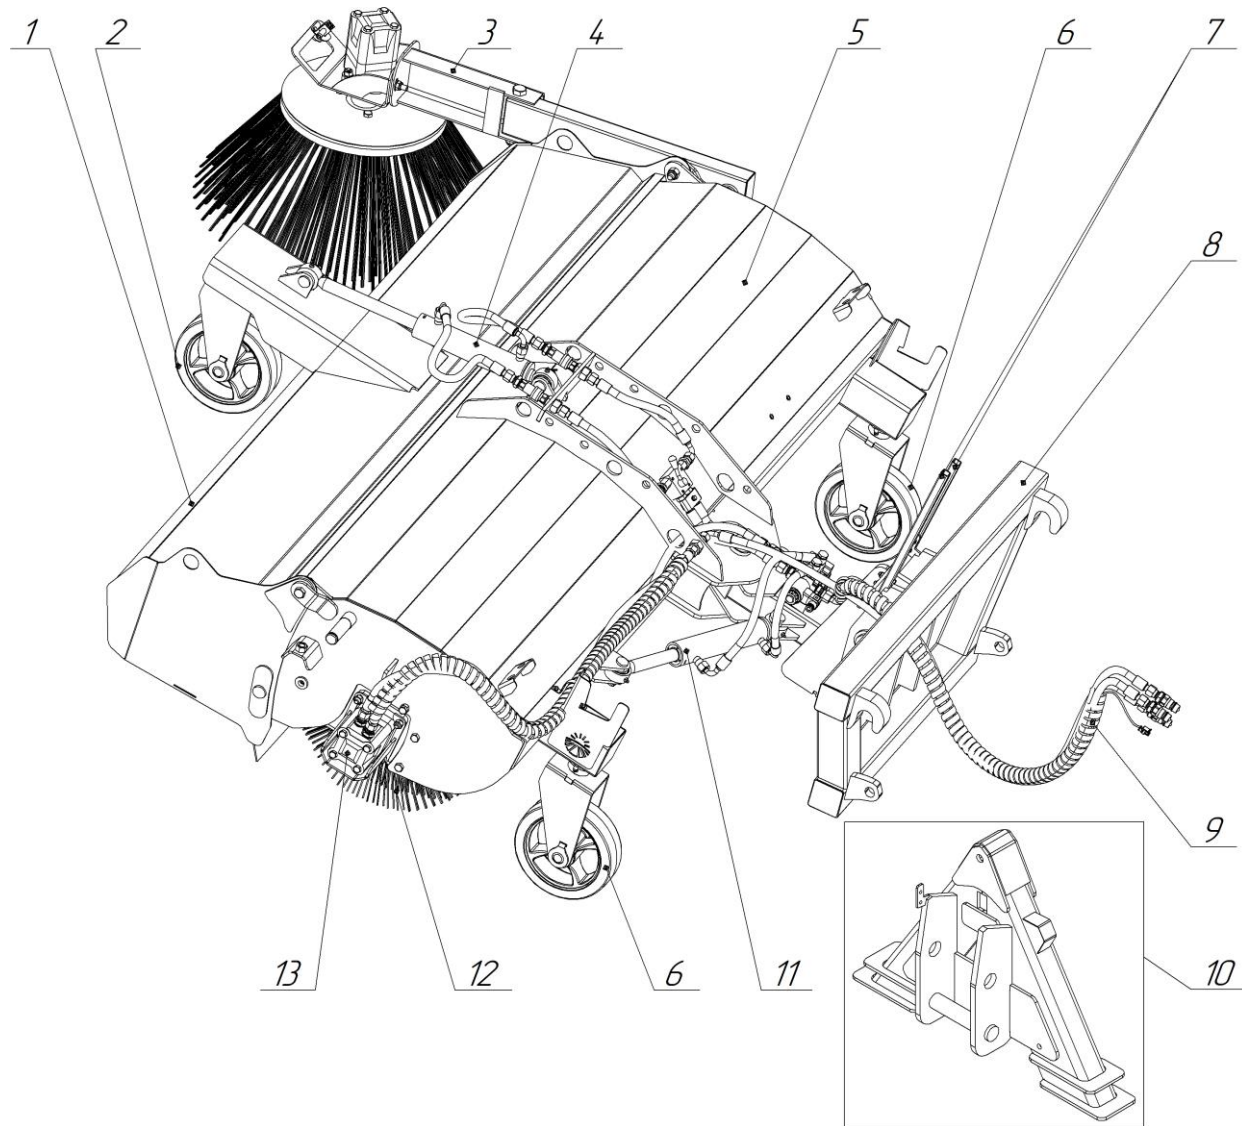

Рис. 1.1 Общий вид. Щетка с гидроприводом
1.3.1 Изделие состоит из (Рис.1.1):
- переднего опорного колеса (1);
- бункера для сбора мусора (2);
- щетки бордюрной (3)
- гидроцилиндра подъема бункера (4);
- корпуса (5);
- двух задних опорных колес (6);
- указатель положения механизма «плавающей подвески щетки (7)
- рамы для навешивания изделия на фронтальные погрузчики с креплением Euro (8) или на переднее навесное устройство, оборудованное автосцепкой типа СА-1 (10);
- гидросистемы для подключения (9);
- гидроцилиндра поворота (11);